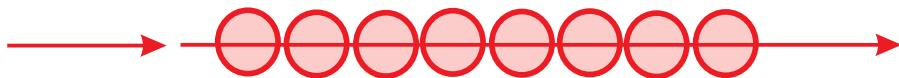

Рис. 2. Простое нанизывание цепочкой
1. Простое плетение – цепочка (*рис. 2*) – самый простой способ, с которого обычно начинают бисерное рукоделие.